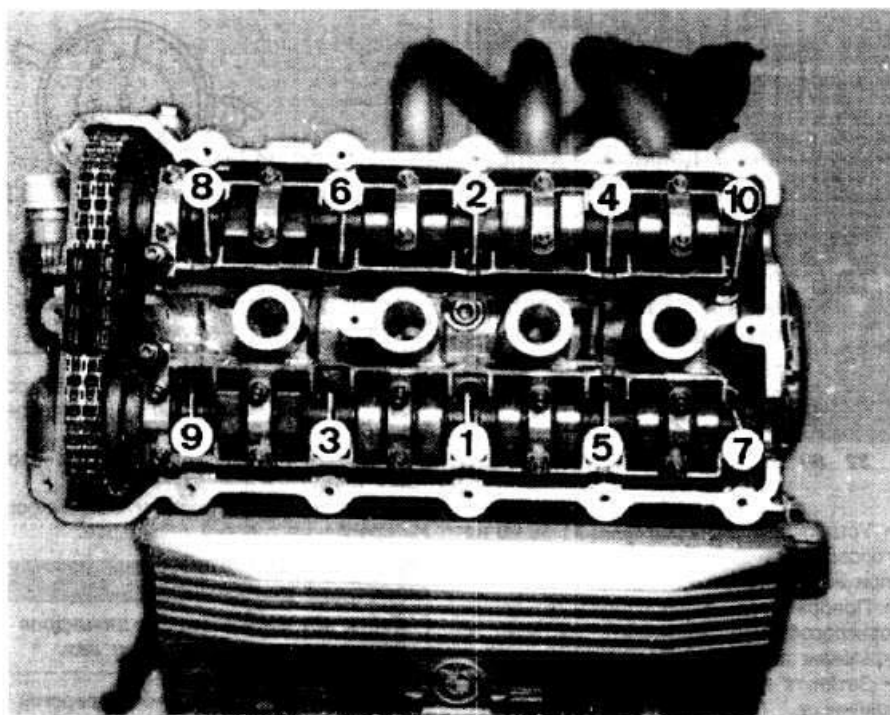

Рис. 1-56. Порядок затяжки болтов головки цилиндров двигателя M42
- Затянуть болты крепления головки цилиндров в требуемом порядке (рис. 1-56).